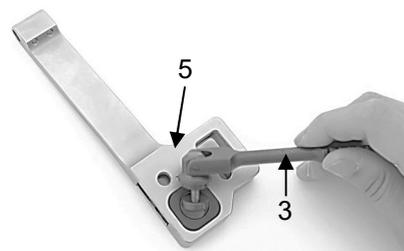

Fig. 15
Commencer par faire passer le levier d'entraînement (3) dans le logement prévu à cet effet du boîtier (5) (Fig. 15).